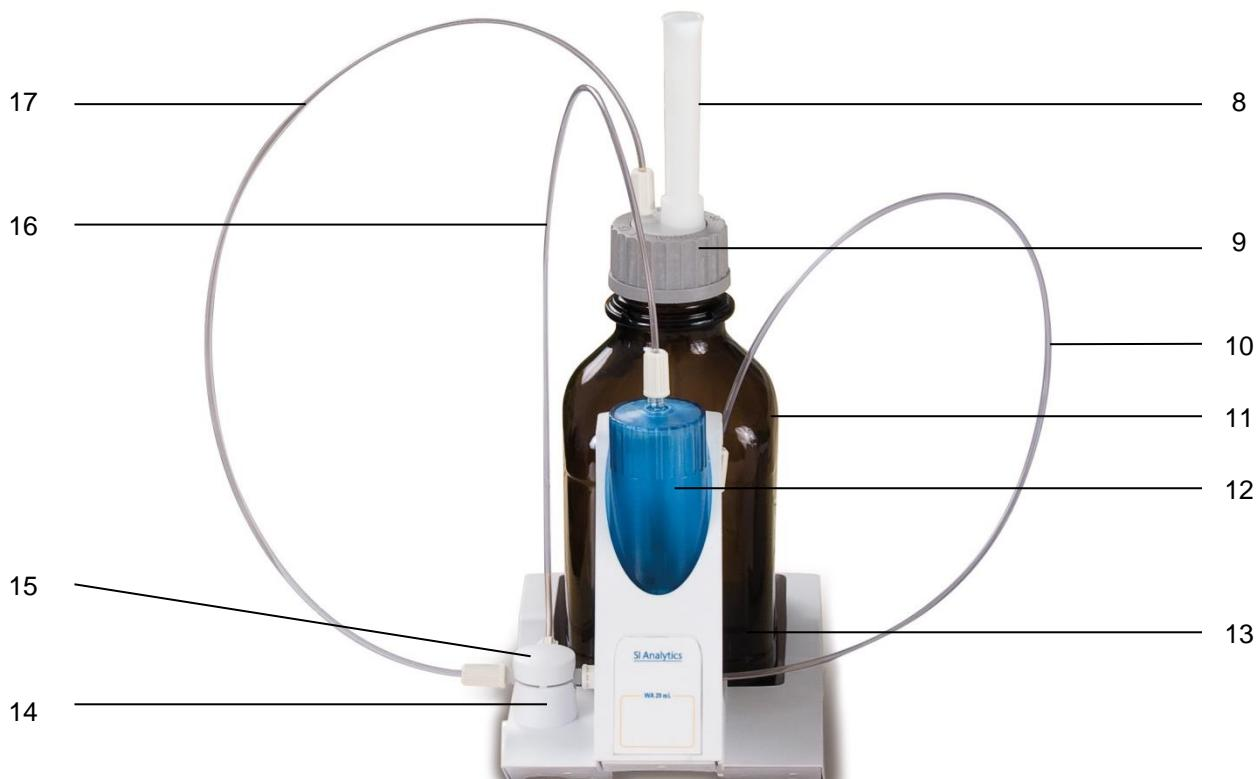

Abb. 9
Abb. 9 zeigt eine komplett zusammengebaut Wechseleinheit.
2. Den Ventildeckel auf das Ventil wie abgebildet (Abb. 9) aufstecken.